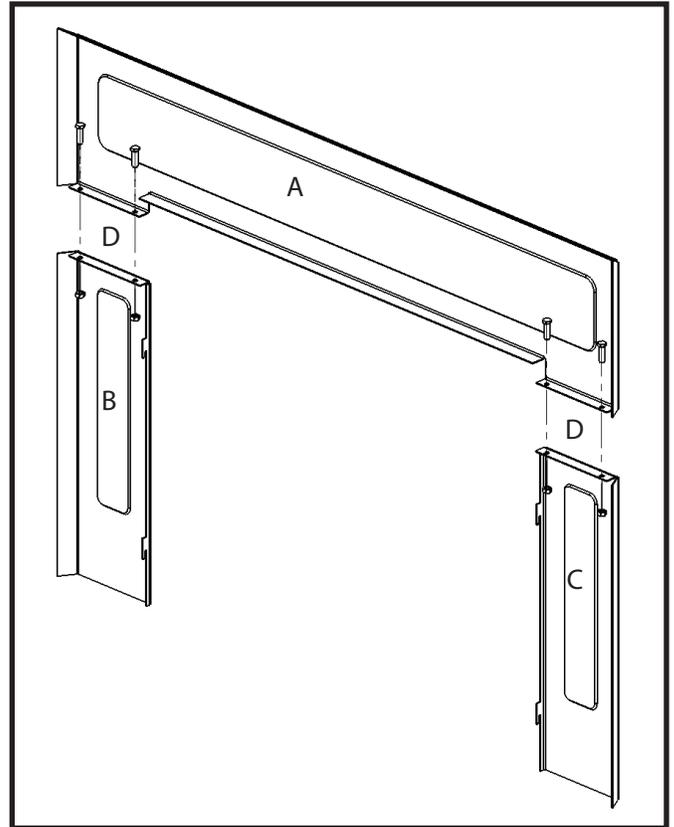

Figure 9: Ensemble de la devanture.
Le dégagement minimum des matériaux combustibles entourant l'appareil installé dans un foyer en maçonnerie existant ou préfabriqué sont indiqués ci-dessous et (à la Figure 9)
Débranchez l'appareil. Retirez la vis située de chaque côté du boîtier du ventilateur, sous le cendrier. (Figure 9).
4. Fixer les pièces ensemble à l'aide des boulons et des écrous 1/4 x 1/2 po fournis dans les trous des points « D » indiqués (Figure 9).